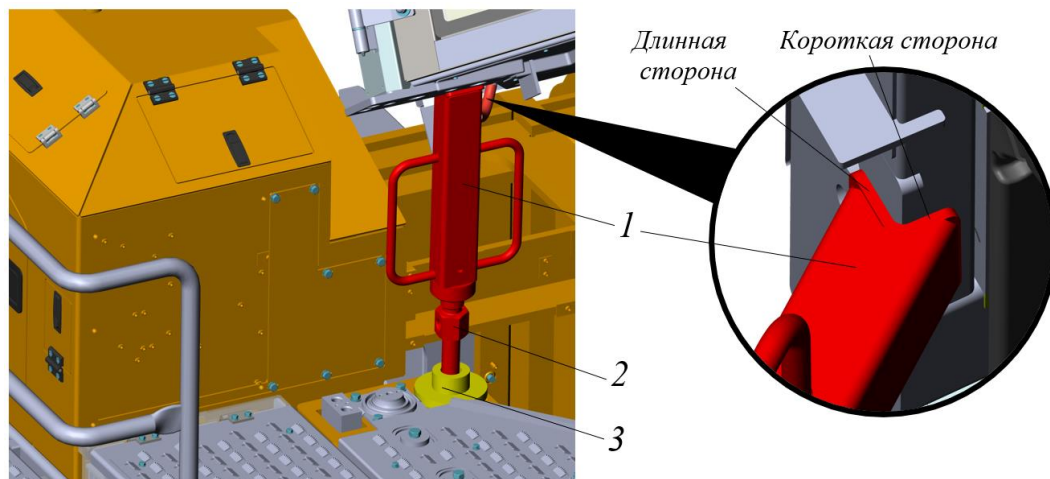

Рисунок 5.29. Установка стойки фиксации кабины в поднятом положении
- ▶ Вместо гидравлической опоры установить опору 3 и стойку 1. Стойку по высоте отрегулировать при помощи гайки 2, рис. 5.29. Стойка 1 должна плотно прижиматься к каркасу кабины и быть установлена как показано на рис. ниже. Длинная часть стойки обращена вперед, короткая назад.
- ▶ Демонтировать стойки 1 и опоры 3 с двух сторон машины, рис. 5.29.
- ▶ Установить опору и стойку, удерживающую кабину в поднятом положении с левой и правой стороны машины, см. рис. 5.29.
- ▶ Ручным насосом подъема кабины немного приподнять кабину для высвобождения стоек, удерживающих кабину в поднятом положении, см. рис. 5.29. зафиксировать кабину в поднятом положении при помощи блокиратора, см. рис. 5.22.